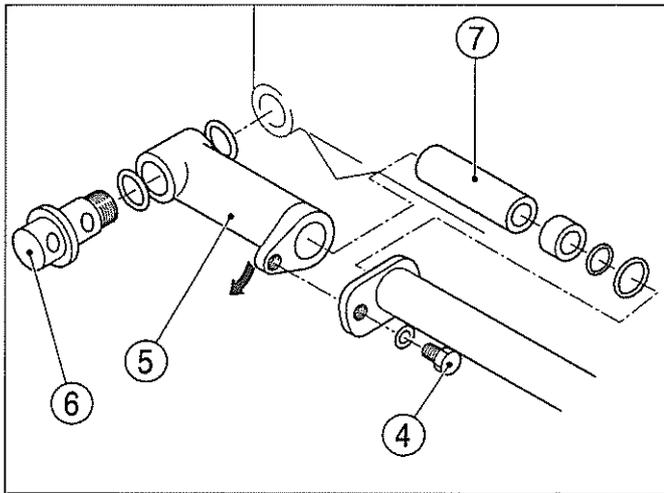

FIG. 45 / ABB. 45 / FIG. 45
FIG. 45: Pour nettoyer le filtre à huile hydraulique, une fois l'huile évacuée, dévissez le boulon (4) et tournez le boîtier du filtre (5) vers le bas après avoir desserré le boulon (6). Retirez le filtre (7). Nettoyez-le dans du solvant ou de l'essence, séchez-le correctement et remplacez-le. Assurez-vous que les joints toriques ne sont pas endommagés.